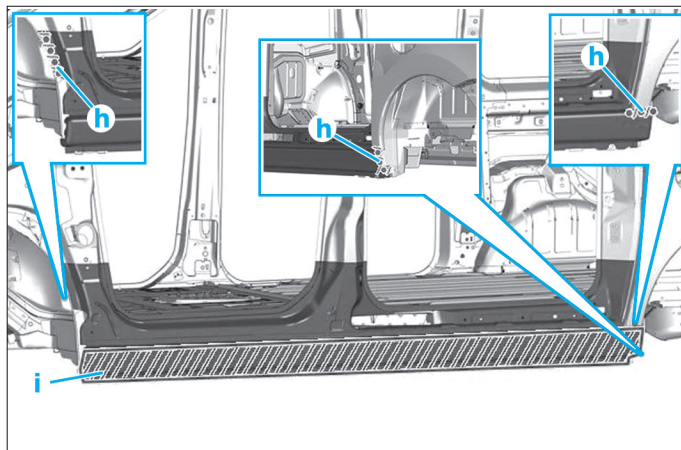

FIG. 73
- Appliquer une couche d'impression phosphatante sur la zone mise à nue (Fig.73).